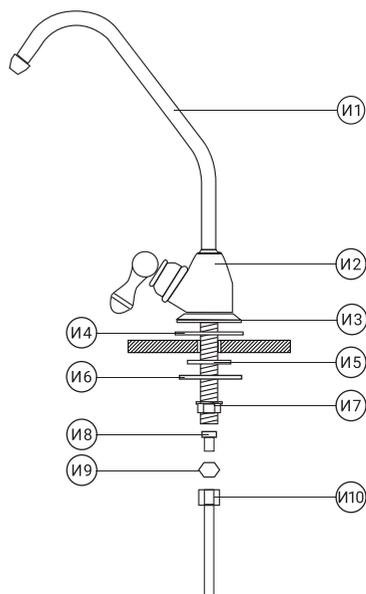

Рис. 17
2. Произведите монтаж крана (рис. 17) в следующей последовательности: